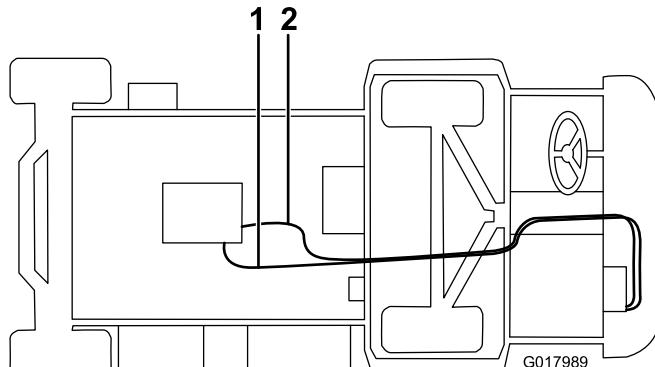

Figura 12
5. Conecte la manguera larga a la válvula del calentador con una abrazadera, y pásela por debajo de la unidad, por encima del eje y hasta el acoplamiento recto (Figura 12). Corte la manguera a la longitud correcta.
6. Conecte la manguera más corta al acoplamiento en T blanco con una abrazadera, pásela por la abrazadera en R del soporte del calentador, y conéctela al acoplamiento en T de la manguera inferior del radiador con una abrazadera (Figura 12). Corte la manguera a la longitud correcta.